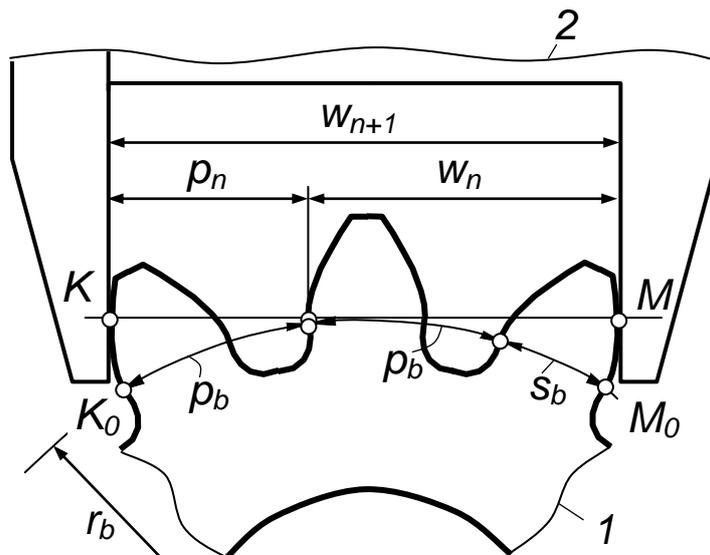
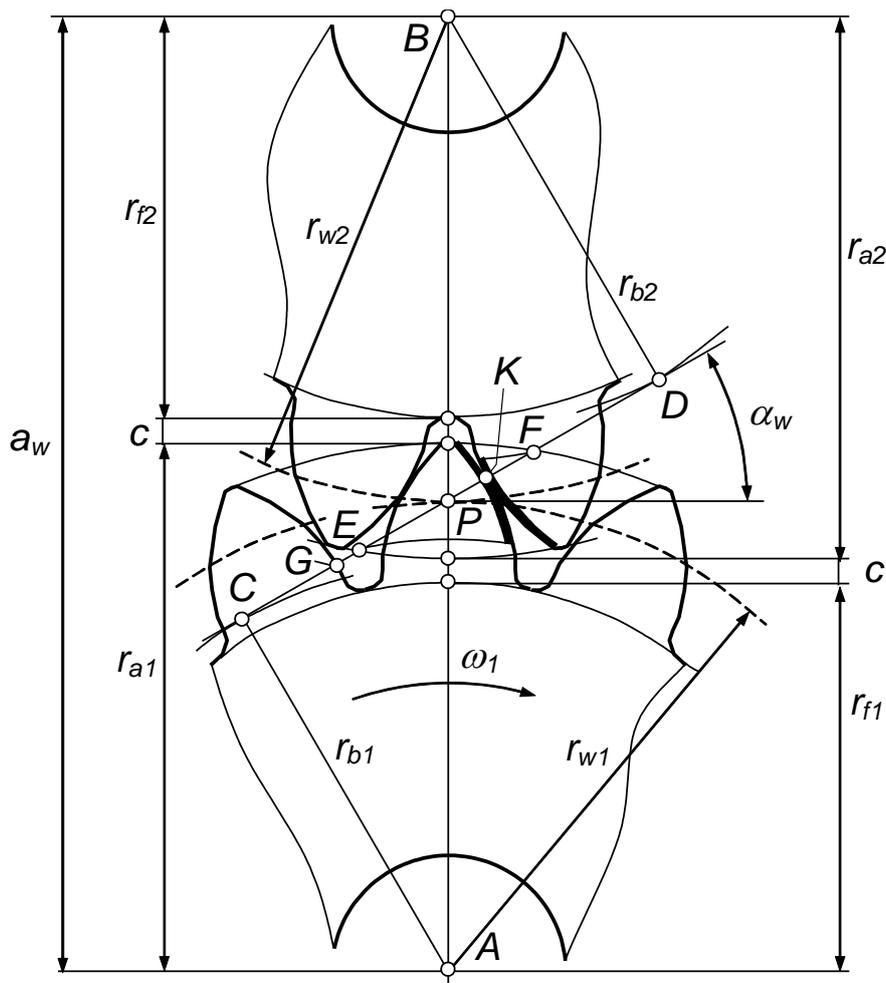

Рис. 1
Рис.2
По свойству эвольвенты шаг  $p_b$  равен шагу  $p_n$  по нормали к профилям зубьев. Как видно по рис. 1, где 1 – исследуемое колесо, 2 – штангенциркуль,  $w_n$  и  $w_{n+1}$  – длина общей нормали по  $n$  и  $n + 1$  зубьям:
**Геометрия зацепления** (рис.2). В данной работе контуры зубьев строятся путём обводки зубчатого колеса выданного преподавателем. На полученную картину наносятся затем все прочие элементы зацепления. Этими элементами являются:
1. По примеру, показанному на рис. 1, постройте схему измерения длины общей нормали вашего колеса. Ваша схема может отличаться числом охваченных зубьев. Контуры зубьев получите обводкой колеса.
3. Спишите столбиком формулы (1)...(5) и произведите по ним вычисления.
4. Наметьте в отчёте линию центров  $AB$  и двукратной обводкой своего колеса начертите зацепление, как показано на рис. 2. При этом сначала выставьте и обведите отверстие, затем контуры зубьев. Достаточно обвести 3, 4 зуба.
9. На чертеже зацепления измерьте отрезки  $EF, GK$  и по формуле (6) определите коэффициент перекрытия.